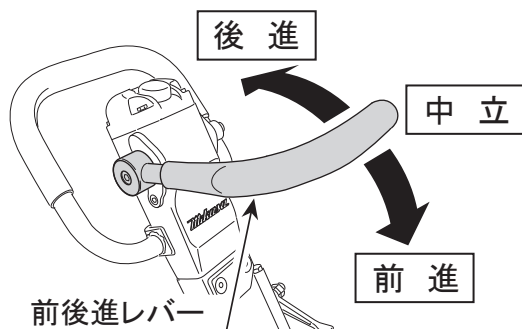

図 17
2. 前後進レバーを操作して、本機を前後進させます。前後進レバーを前に倒すと前進し、後ろへ倒すと後進します。中立の位置では本機はその場で振動します。(図17)